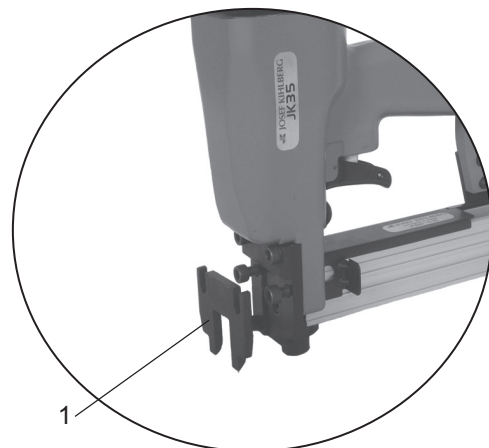

Fig. 7
2. Ta bort dörren från skruvarna (Fig. 7/1).